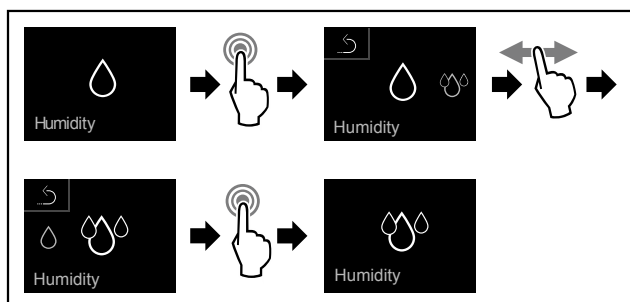

Fig. 69
- ▶ Suivre les étapes (voir Fig. 69) .